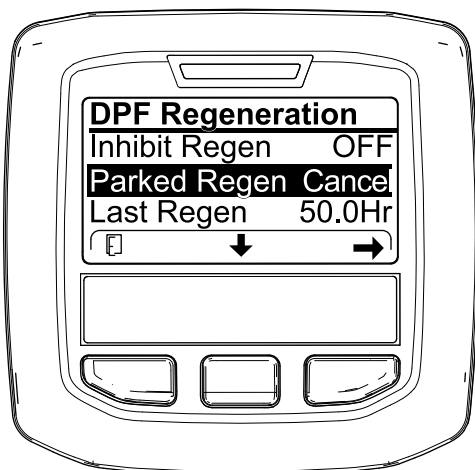

Figura 60
1. Accedete al menu DPF Regeneration (Rigenerazione FAP) (Figura 60).
2. Premete il pulsante centrale per scorrere il menu verso il basso fino all'opzione PARKED REGEN CANCEL (Figura 60) o all'opzione RECOVERY REGEN CANCEL (Figura 61).
3. Premete il pulsante destro per selezionare la voce Cancel relativa alla rigenerazione (Figura 60 o Figura 61).